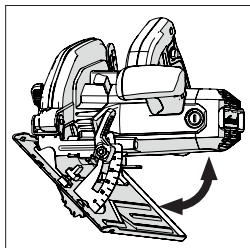

Fig. 14
- Înclinați discul la unghiul dorit, după cum este indicat pe cadranul echerului. (**Fig. 14**)